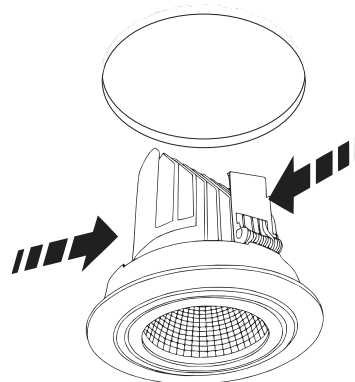

fig. 3
3. Federn des Einbaustrahlers zusammendrücken und diesen in das ausgesägte Loch einsetzen (Abb. 3).
3. Press the springs together and place the recessed downlight in the sawn out hole (fig. 3).